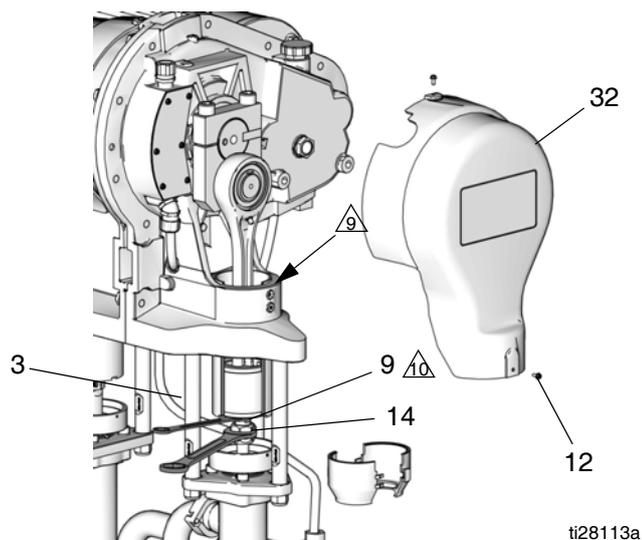

FIG. 16. Retire la tuerca de acoplamiento
1. Ponga el motor en modo JOG (movimiento momentáneo) para llevar la bomba en el lado que se va a reparar al extremo inferior de su carrera. Esto permite acceder a la tuerca de acoplamiento (14).
4. Retire dos tornillos (12) y la cubierta. La FIG. 16 muestra la cubierta (32) del lado opuesto al motor, la cubierta del lado del motor es la (21).